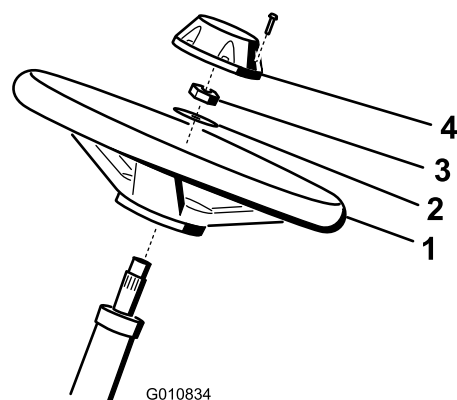

Figura 3
1. Collocate il volante sul piantone (Figura 3).
2. Collocate la rondella sul piantone (Figura 3).
3. Fissate il volante sul piantone per mezzo di un controdado serrato a 27-35 Nm (Figura 3).
4. Montate il coprimozzo sul volante e fissatelo con l'aiuto di una vite (Figura 3).